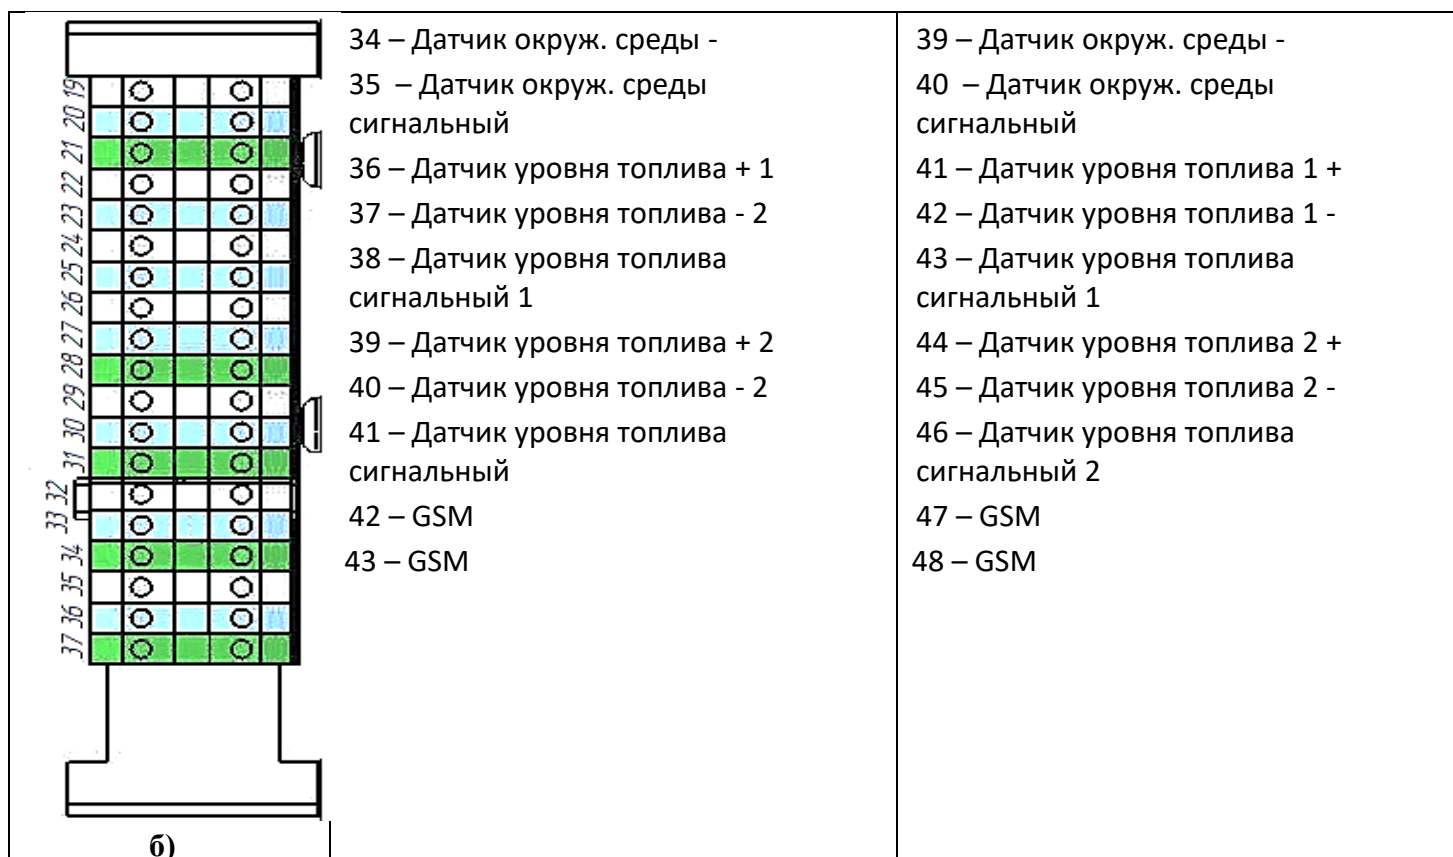

Рис. 22
2.4.1 Перед началом работы котла, следует выполнить подключение исполнительных механизмов, согласно распиновки контактов клеммной колодки (см. рис. 22) панели управления Вашего котла. Подключение можно выполнить самостоятельно, либо обратитесь в сервисную службу завода изготовителя (см. Таблицу 2).